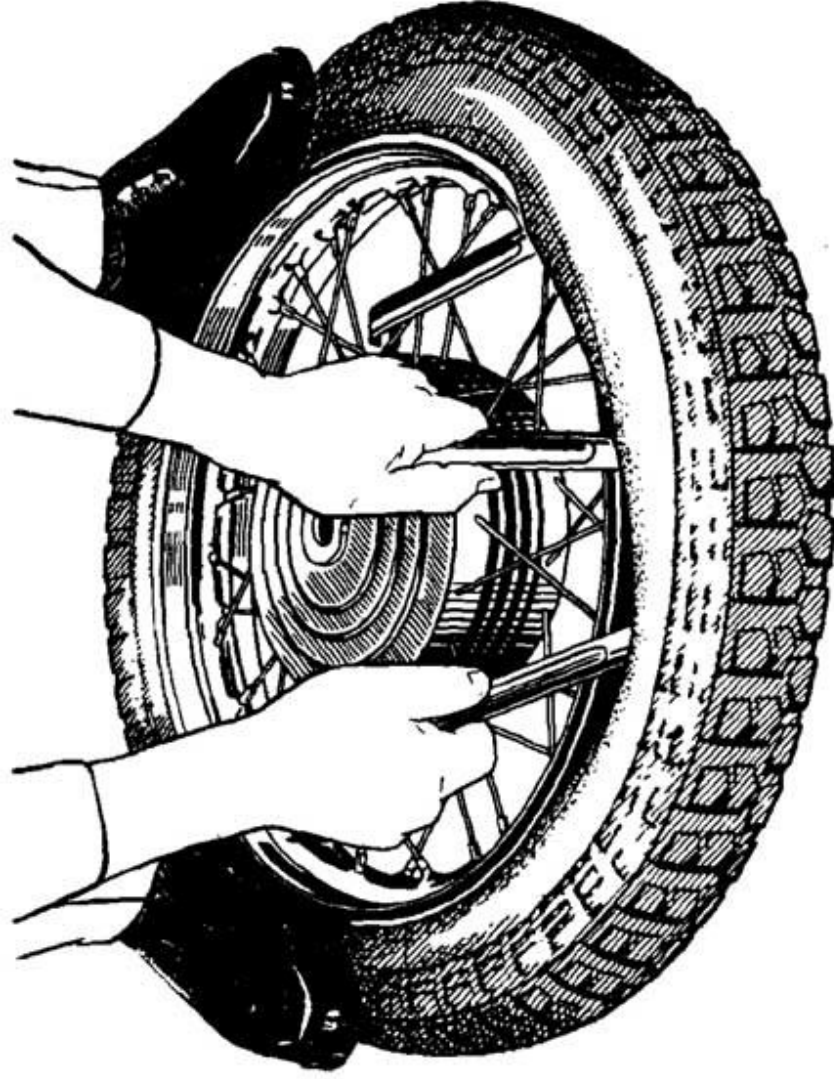

FIG. 19. DEJANTAGE DU PNEUMATIQUE.
- dévisser l'écrou de valve, se placer les pieds sur le pneumatique et appuyer jusqu'à ce que le talon de pneumatique disparaisse sous la jante de roue (fig. 19);